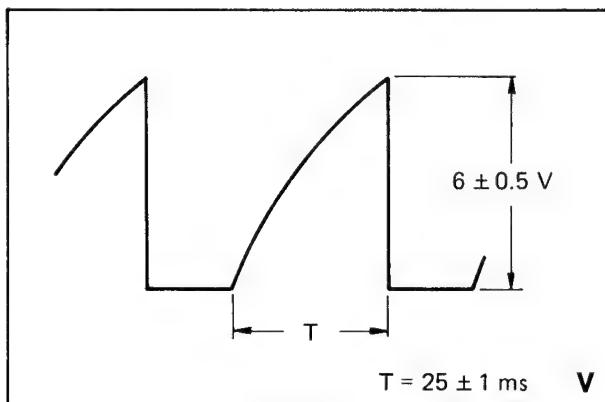

Bild 3-17
3. Tastkopf an TP 7 auf der Servo 1-Platte und mit R 66 $T = 25 \text{ ms}$ einstellen (Bild 3-17).